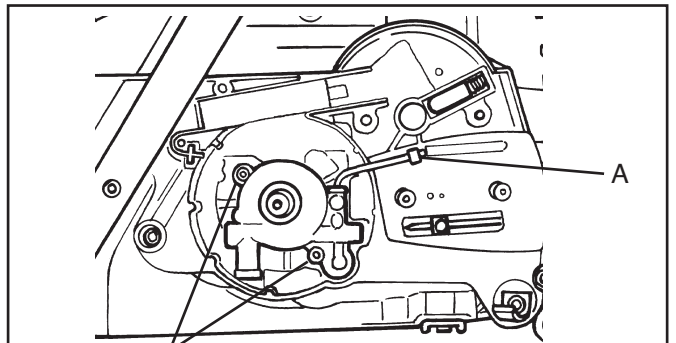

Fig. 2
4. Monter le tambour d'embrayage (C) avec le palier à aiguilles (D) et la roue d'entraînement de la chaîne (E). Graisser le palier à aiguilles avant le montage. Voir fig. 2.
5. Monter la rondelle et la bague d'arrêt (B). Voir fig. 2.
4. A l'aide d'un tournevis faire monter le tube de graissage jusqu'au point A. Plier le tube et le sortir de la pompe à huile. Voir fig. 2.
5. Dévisser les quatre vis (B) et retirer la pompe du carter moteur. Voir fig. 2.
6. Monter la pompe à huile dans le carter moteur. Couple de serrage des vis 5 Nm. Voir fig. 2.
7. Monter le tuyau et les garnitures. Voir fig. 2.
- Buse de mélange (B dans la fig. 2)